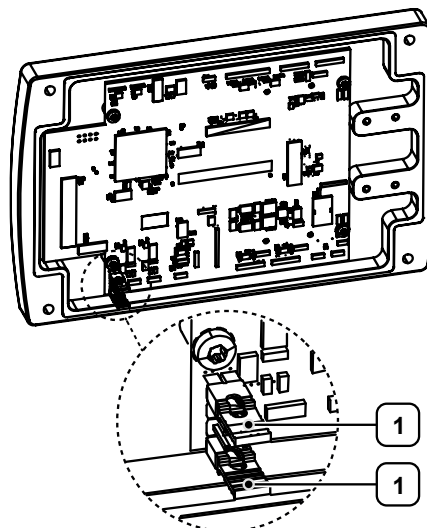

Figure 32: Mise en place des ponts enfichables (exemple)
- ▷ Placez les deux ponts enfichables sur les positions correspondantes de la carte principale (voir "Figure 32: Mise en place des ponts enfichables (exemple)").